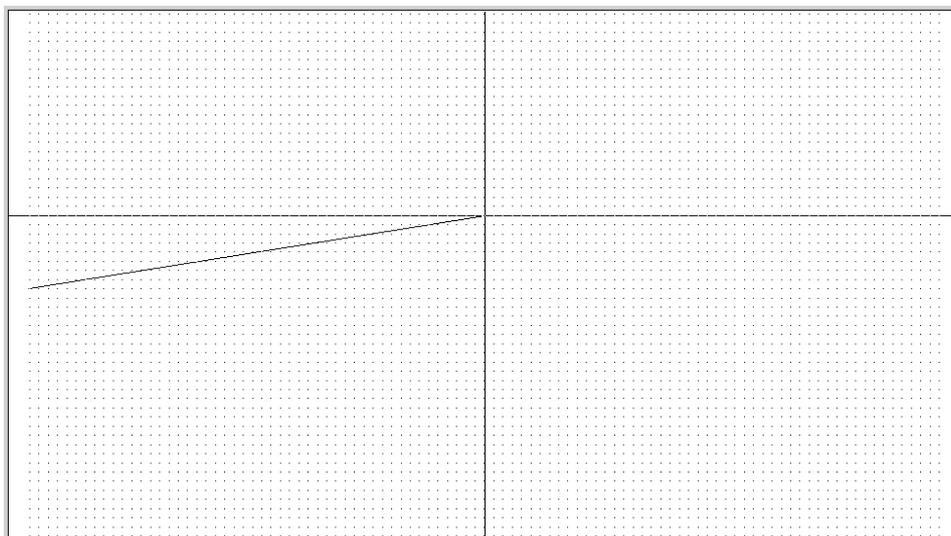

Рис. 3.9. Первая габаритная точка рабочей зоны, выбранная с помощью сетки
1. Запустите инструмент Line (например, введя в командном окне **L**) и выберите точку сетки с координатами (0.0, 1350.0), как показано на рис. 3.9. (Как нетрудно догадаться, выбрать точку с конкретными координатами без сетки было бы невозможно — пришлось бы вводить их с клавиатуры.)